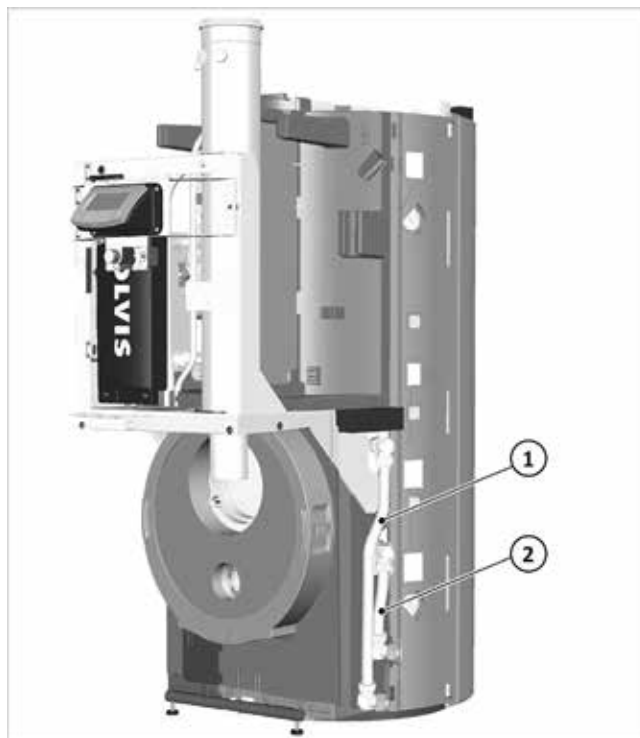

Fig. 35: Conexión de avance de calefacción (1)/retorno de calefacción (2) para estación de circuito de calefacción
1. Desmonte ambas escuadras en el avance y el retorno de calefacción (véase ➔ Fig. 35, pág. 19).